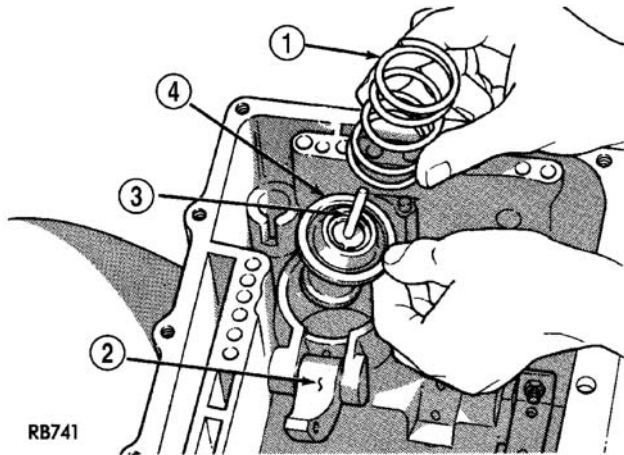

图 199 强制降档活塞回位弹簧和活塞
（3）拆下强制降档活塞回位弹簧和活塞（图 199）。
- （3）安装活塞和回位弹簧（图 199）。